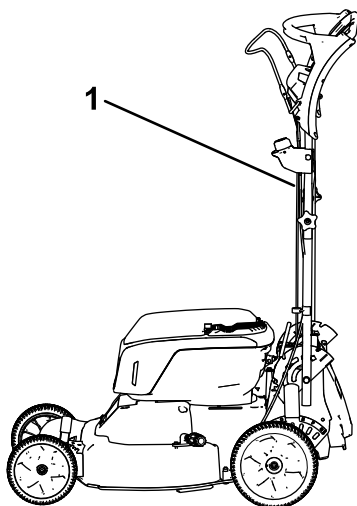

Figura 26
1. Bloqueie a pega na posição vertical (Figura 26); consulte Ajuste da altura da pega \(página 17\).